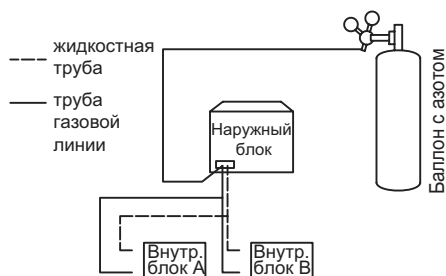

Рис. 5.27
8. Точно так же продуйте другие отверстия, двигаясь последовательно от внутреннего блока А к наружному блоку. См. рис. 5.27.